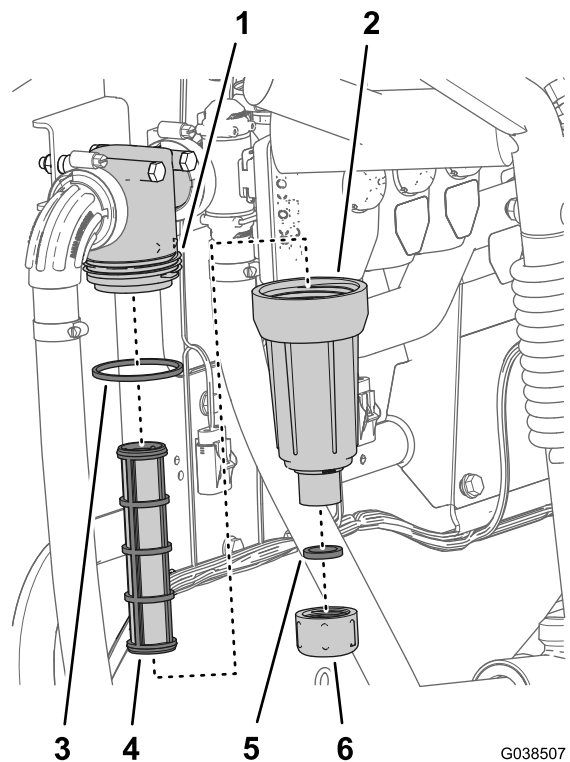

Figura 110
2. Allineate una bacinella di spurgo sotto il filtro della pressione (Figura 110).
3. Ruotate il tappo di spurgo in senso antiorario e rimuovetelo dal pozzetto del filtro della pressione (Figura 110).
4. Ruotate il pozzetto in senso antiorario e rimuovetelo dalla relativa testa del filtro (Figura 110).
5. Rimuovete l'elemento del filtro della pressione usato (Figura 110).
6. Controllate l'O-ring del tappo di spurgo (situato nel raccordo filettato del pozzetto) e l'O-ring del pozzetto per escludere danni e usura (Figura 110).
7. Montate il nuovo elemento del filtro della pressione nella testa del filtro (Figura 110).
8. Montate il pozzetto sulla testa del filtro e serrate manualmente (Figura 110).
9. Montate il tappo sul pozzetto e serrate manualmente (Figura 110).